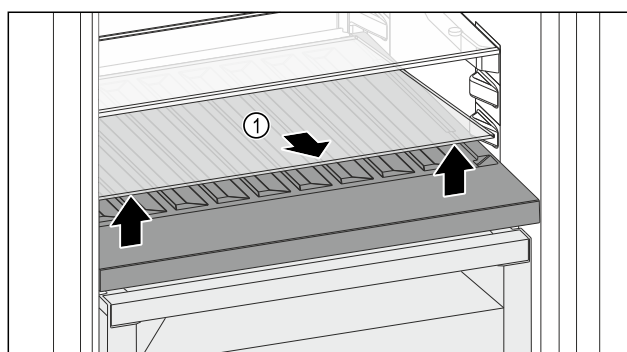

Fig. 108
- Sollevare il ripiano di vetro Fig. 108 (1) dall'incavo anteriore e rimuoverlo.
- Conservare il ripiano di vetro Fig. 108 (1) fuori dall'apparecchio in un luogo sicuro.